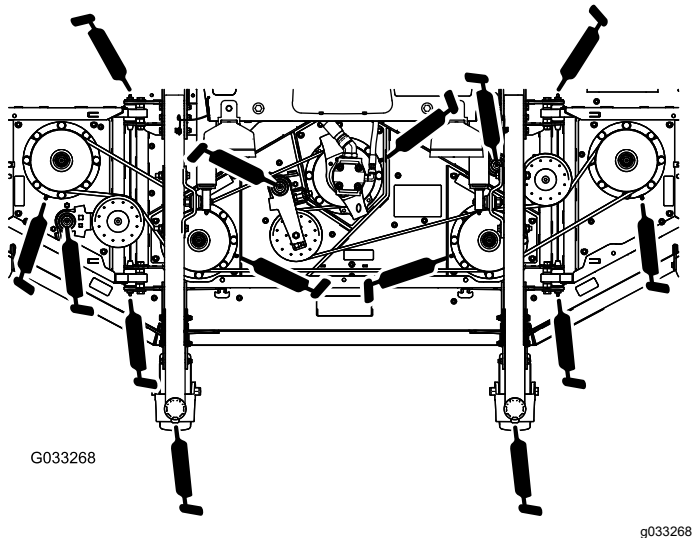

Figura 52
- 2 casquillos del eje de la horquilla de la rueda giratoria (Figura 52)
- 5 cojinetes de eje giratorio (situados en el alojamiento del eje) tal y como se muestra en la Figura 52
- 3 casquillos de pivote de brazo tensor (situados en el eje del pivote tensor) tal y como se muestra en la Figura 52
- 4 casquillos de las alas de la carcasa (situados en los pasadores de giro de las alas) según se muestra en Figura 52.